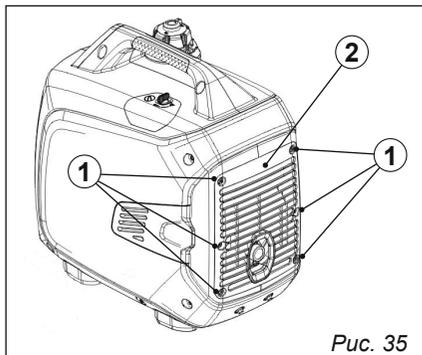

Рис. 35
1. Отвинтите винты (1), а затем снимите крышку (2), рис. 35.